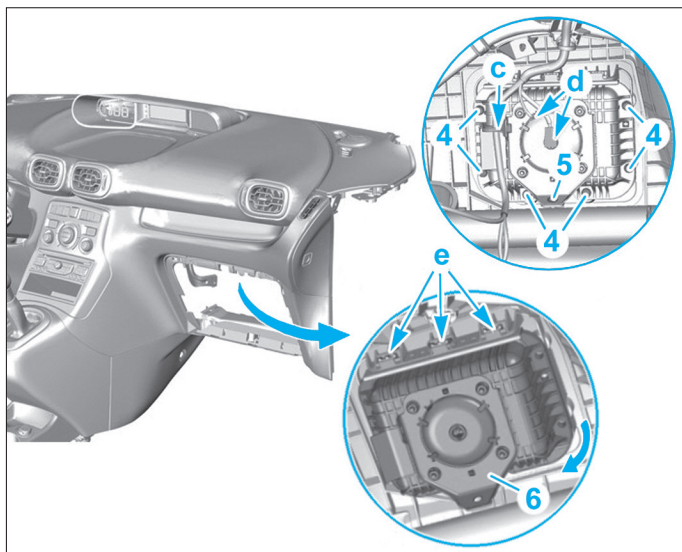

FIG. 4
- le faisceau (c) et débrancher les connecteurs (d) avant de déposer les vis (4) et (5) (Fig.4).